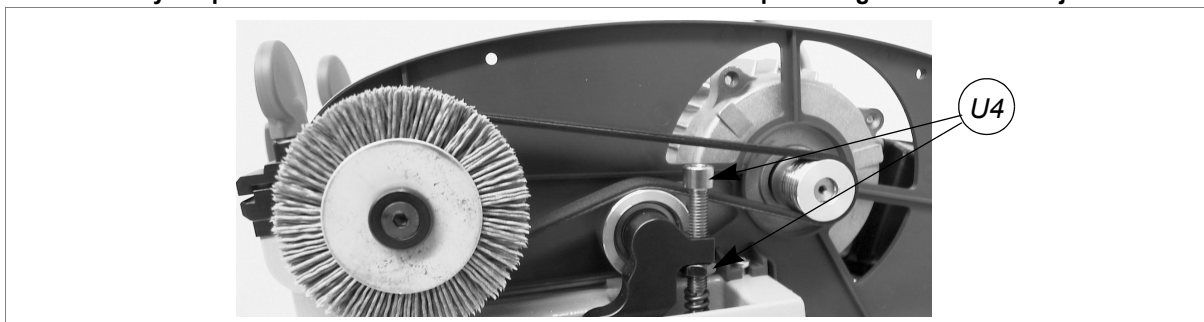

Fig. 34
- atornillar el tornillo/tuerca (U4) hasta alcanzar una correcta puesta en tensión (fig.34) (*).
- 9) Aflojar el tornillo/tuerca (U4) (fig.34, pág.25) para bajar el tensor de correa y hacer salir la correa desde la polea motor.
- 15) Atornillar el tornillo/tuerca (U4) hasta alcanzar una tensión correcta de la correa (fig.34, pág.25).